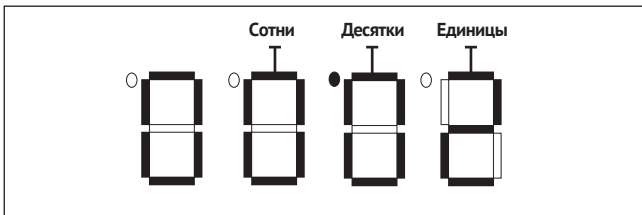

Рисунок 6 - Значение тока работы без нагрузки
- 2) Вы попадете в меню настройки, где цифровой индикатор начнет мигать, показывая текущий разряд числа (единицы, десятки, сотни) для значения тока работы без нагрузки (см. рисунок 6).